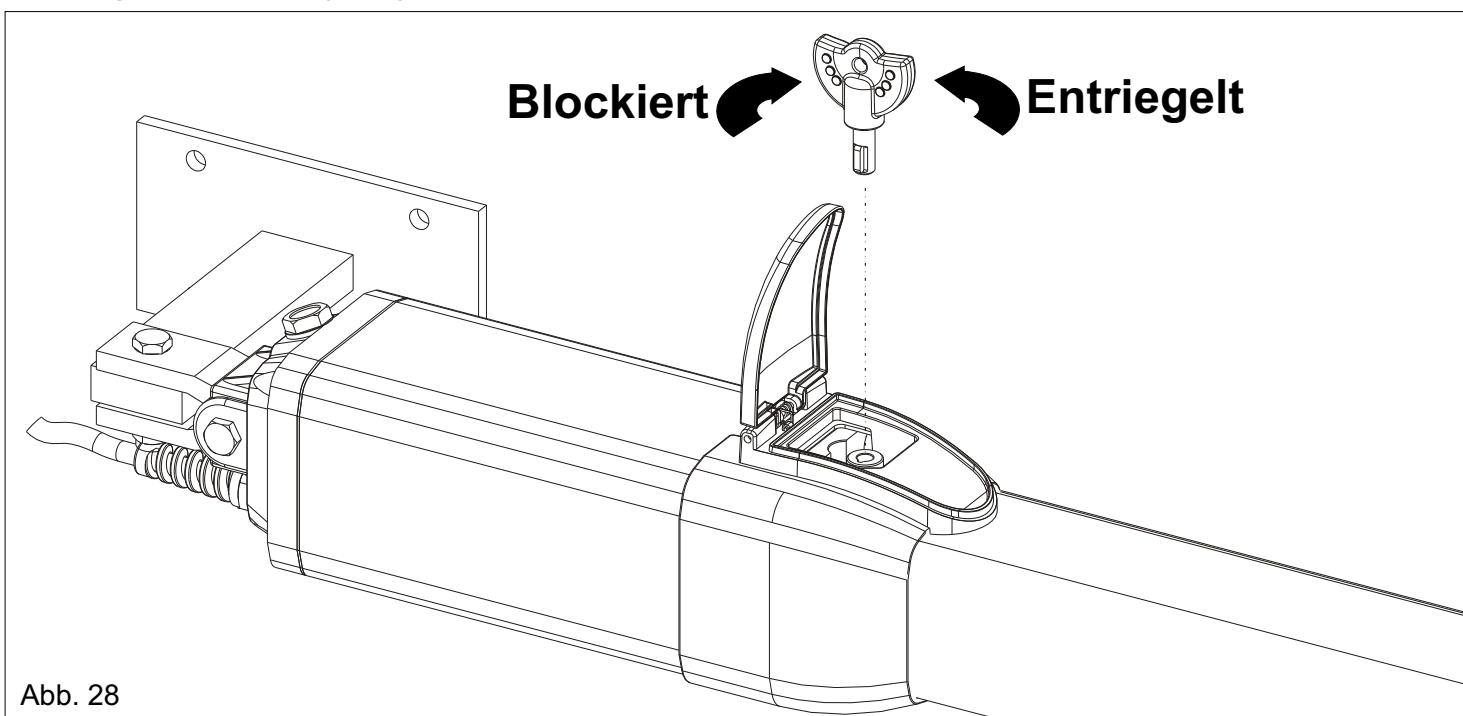

Abb. 28
-Den Schlüssel einführen und gegen den Uhrzeigersinn um 180° drehen (Abb. 28)
-Den Schlüssel einführen und im Uhrzeigersinn bis zur Schliessung drehen (Abb.28).